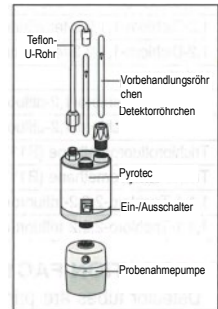

fig.1
5. Setzen Sie das Röhrchen fest so in den Gastec Pyrotec Pyrolyzer ein, dass der Pfeil **G** auf dem Röhrchen zum Gastec Pyrotec Pyrolyzer zeigt (Abb. 1).